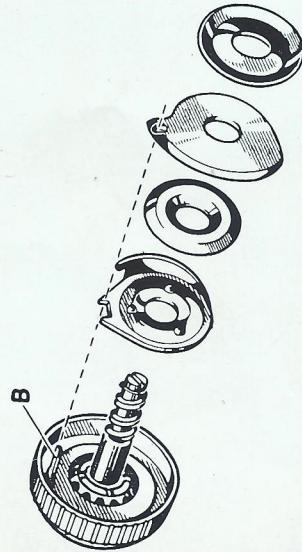

Fig. 31
- desmontar las piezas, como en la fig. 31.
- montar las piezas exactamente como indica la fig. 31, de manera que en el botón « A » se lea el 0,